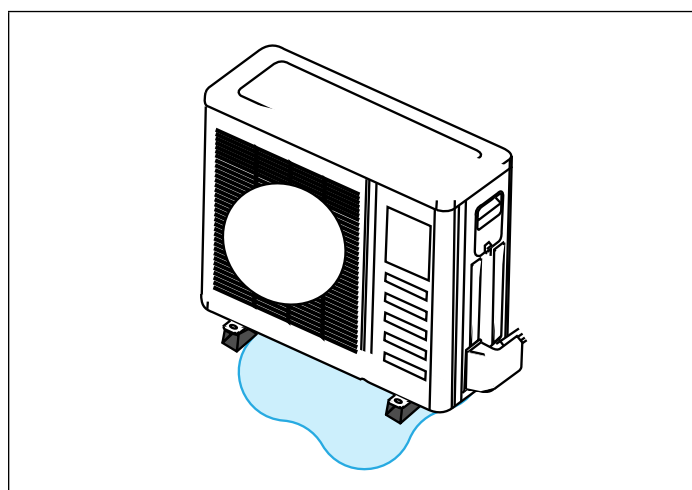

Figure 16. Éviter les dangers causés par le gel de l'eau de dégivrage
- Faire très attention à l'élimination de l'eau de dégivrage pour éviter que la glace empêche l'utilisation des allées ou crée un danger à proximité de l'unité extérieure comme illustré à la « Figure 16. Éviter les dangers causés par le gel de l'eau de dégivrage ».